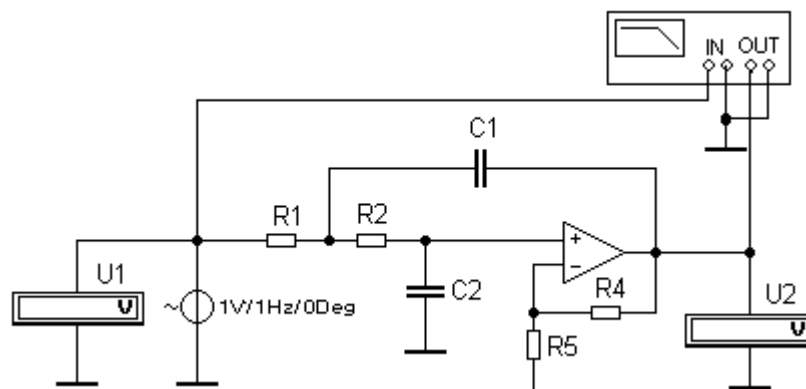

Рисунок 2- Схема исследования частотных характеристик ARC- фильтра нижних частот второго порядка
1.Собрать схему электрической цепи (рис. 2).